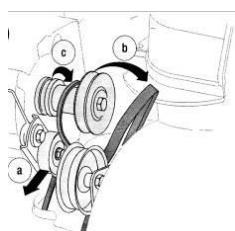

Fig. 17
- Ridicați cureaua de direcție de pe roata de transmisie a motorului. Vedi Fig. 17.